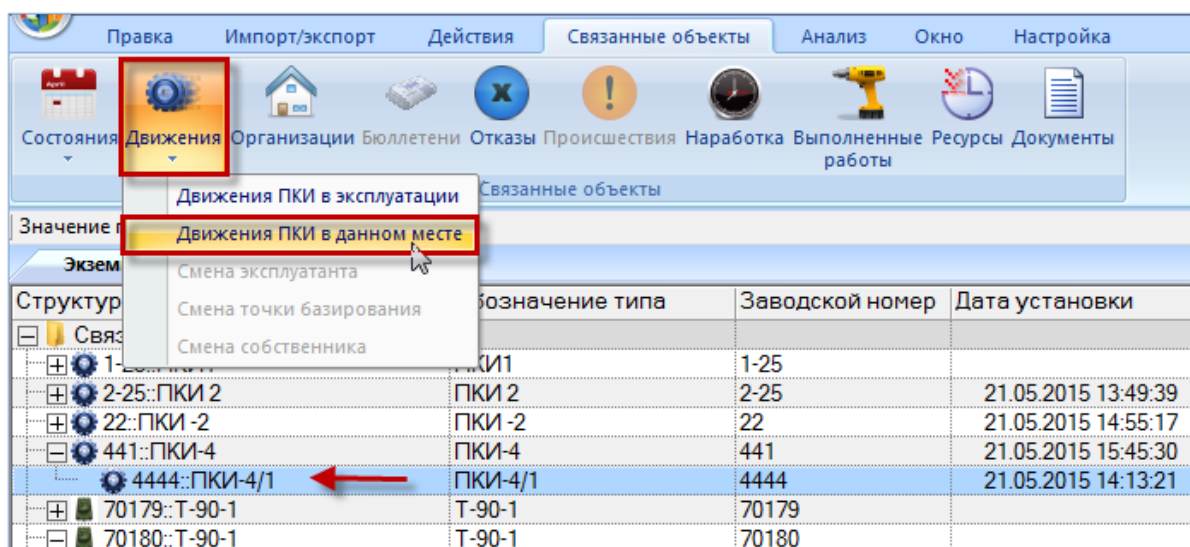

Рис. 23-19 – Открытие окна движений ПКИ в данном месте
- 3) Нажать кнопку «Движения» панели «Связанные объекты» и из раскрывшегося списка выбрать пункт «Движения ПКИ в данном месте» (рис. 23-19).